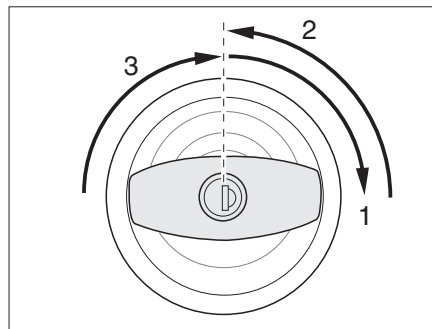

Fig. 19 Cerradura de la puerta de entrada, en el exterior, abrir
- Introducir la llave en el cilindro de cierre y girar en sentido de las agujas del reloj (Fig. 19,1) hasta que esté desbloqueada la cerradura de la puerta.
- Girar hacia atrás la llave a la posición central (Fig. 19,2) y extraerla.
- Girar el pomo de la puerta en sentido de las agujas del reloj (Fig. 19,3), hasta que se desbloquee la cerradura de la puerta.